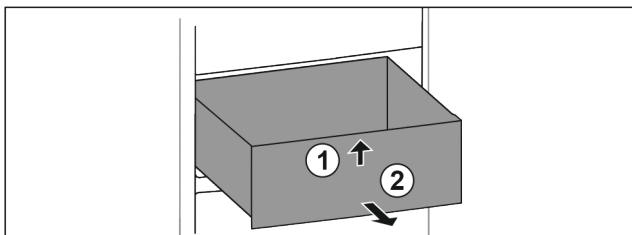

Fig. 15
- Schubfach vorne anheben. Fig. 15 (1)
- Schubfach nach vorne entnehmen. Fig. 15 (2)